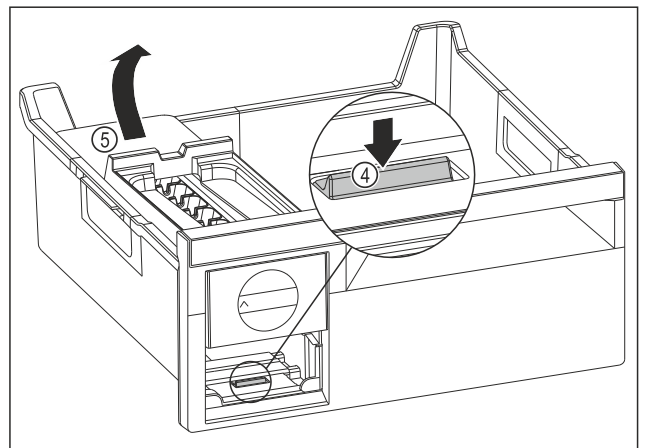

Fig. 172
- ▶ Izvadite tijelo sustava EasyTwist-Ice: Pritisnite jezičak Fig. 172 (4) prstom prema dolje i istovremeno drugom rukom podignite tijelo sustava EasyTwist-Ice Fig. 172 (5) straga.